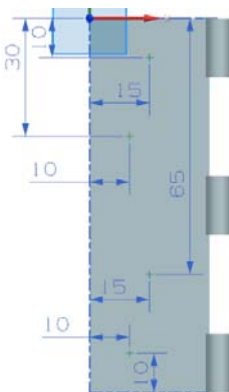

图 3-122 选择通过面
(3) 打开“草绘点”对话框, 绘制如图 3-122 所示点。单击“完成”  图标, 草图绘制完毕。